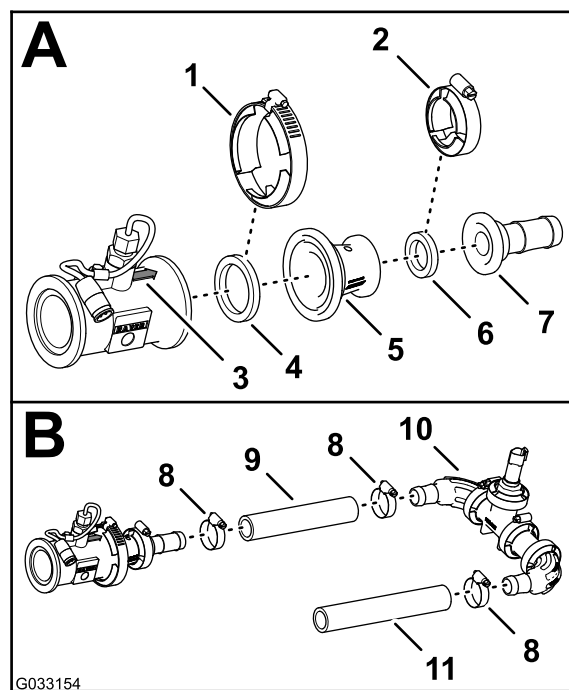

Figura 125
1. Alinee la junta (2¼") y el racor reductor con el extremo del caudalímetro señalado por la flecha direccional (Figura 125).
2. Sujete el caudalímetro, la junta y el racor reductor (Figura 125) con una abrazadera para bridas de 76 mm.
3. Alinee la junta (2¼") y conector de manguera dentado con el extremo del racor reductor (Figura 125).
4. Sujete el acoplamiento con brida dentado, la junta y el racor reductor (Figura 125) con una abrazadera para bridas de 51 mm.
5. Conecte la manguera (1" x 7¼") al acoplamiento con brida dentado y al codo dentado del transductor de presión y el distribuidor, según se muestra en Figura 125.
6. Sujete la manguera y los acoplamientos dentados con 2 abrazaderas (Figura 125).
7. Conecte la manguera (1" x 8½") al otro codo dentado del transductor de presión y el distribuidor, según se muestra en Figura 125.
8. Sujete la manguera y el acoplamiento dentado con una abrazadera (Figura 125).